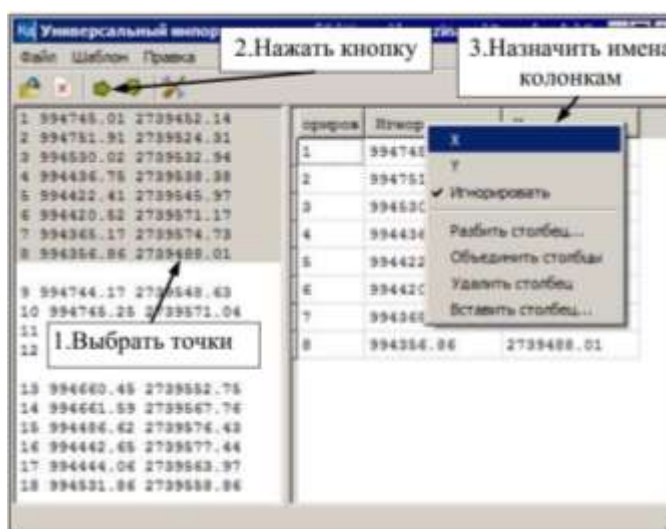

Рисунок 18– Универсальный импорт точек
С помощью кнопки  на панели инструментов отправьте выбранные данные в правую панель (рис. 18).
- Затем каждой колонке правой панели присвойте имя в зависимости от данных, которые в ней содержатся. Для этого щелкните правой клавишей мыши на заголовке столбца и из контекстного меню выберите соответствующий пункт (рис. 18).